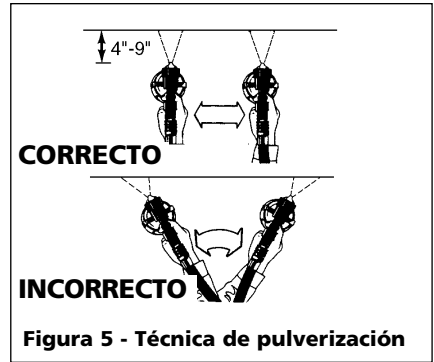

Figura 5 - Técnica de pulverización
- Cuando pulverice, sostenga la pistola pulverizadora paralela a la superficie a pintar (vea la figura 5).